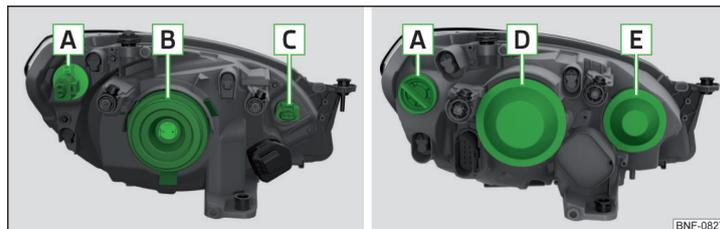

Fig. 171 Phares avant : variante 1 / variante 2
Emplacement des ampoules » fig. 171
- Tournez la douille avec l'ampoule **C** » fig. 171 à la page 153 dans le sens de la flèche **1** » fig. 173 jusqu'en butée.
- Retirer le recouvrement **D** ou **E** » fig. 171 à la page 153
- Retirer le recouvrement **B** ou **C** » fig. 171 à la page 153